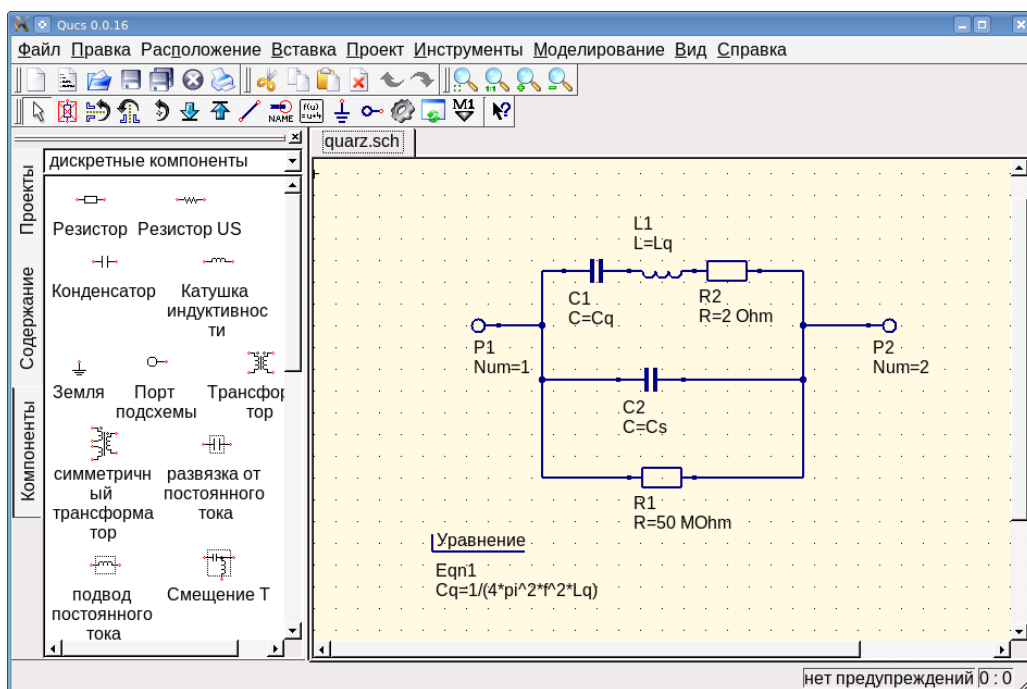

Рис. 3. Эквивалентная схема кварцевого резонатора в программе Qucs.
Сначала создаётся эквивалентная схема компонента в виде файла sch (см. рис.3). Данная схема особенностей не имеет. Для автоматического расчёта последовательной ёмкости кварцевого резонатора C_q на основании его частоты резонанса f и индуктивности L_q по формуле (2) служит компонент Уравнение. Для связи подсхемы с внешними цепями используется компонент «Порт подсхемы» (P1 и P2 на рис.3).